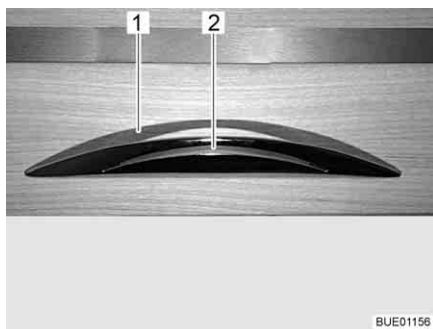

Bild 42 Skåplucka med låshandtag
- Tryck in låshandtaget (Bild 42,2) och håll det intryckt.
- Öppna skåpluckan genom att dra i låshandtaget (Bild 42,1).